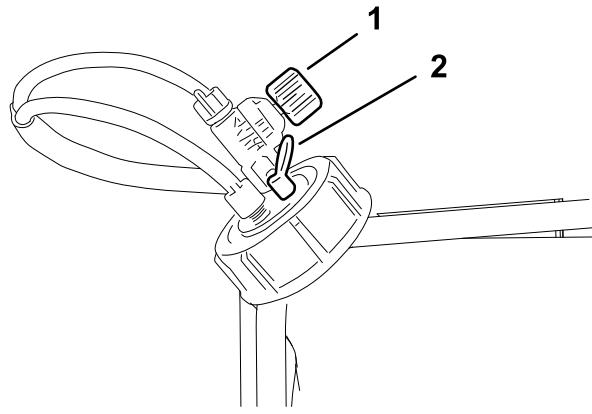

図 12
泡密度調節バルブ 泡生成液の濃度を調節します。バルブを操作することにより、ノズルに送り出される石鹼液の量を調整することができます。量を多くすると泡が大きくなり、同じ時間内により多くの泡が落ちるようになります量を少なくすると泡が小さくなり、落ちる泡の数も少なくなります図 12。
圧力解放バルブ タンクのキャップについている赤いタブを外側に引っ張るとタンク内の圧力が解放されます図 12。
5. とりあえずの設定として、泡密度調節バルブを1/8 1/4回転、開ける図 12。